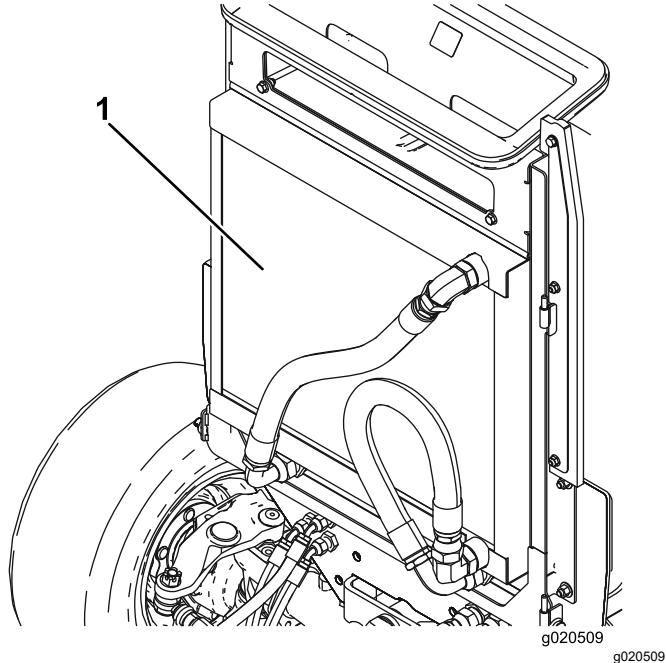

Figura 112
4. Limpe os dois lados do refrigerador de óleo e o radiador com ar comprimido (Figura 112).